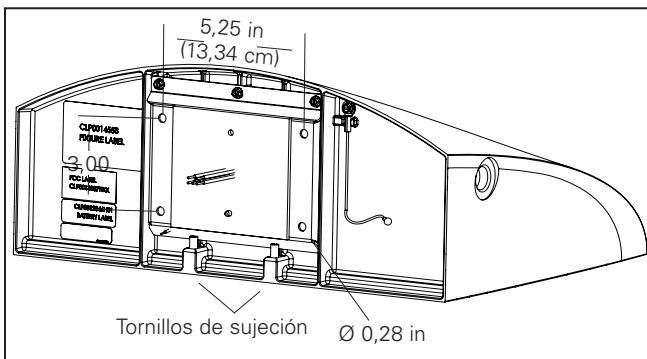

Figura 1
1. Retire la placa de cuña aflojando los dos tornillos de sujeción en el luminario (Figura 1).
3. Retire la placa de cuña de la parte posterior de la carcasa superior aflojando los dos tornillos de sujeción del luminario (Figura 1).
4. Sujete la placa de cuña a la superficie de la pared (Figura 1). La placa de cuña debe montarse con accesorios que puedan soportar el peso de un luminario de hasta 50 lb (22,67 kg).
1. El luminario viene con una placa de montaje en pared preinstalada. Quite la placa de cuña de montaje en pared y deséchela. (Figura 1).
- Retire la placa de cuña aflojando los (2) tornillos de cabeza Phillips de 1/4-20 en el luminario. (Figura 1).